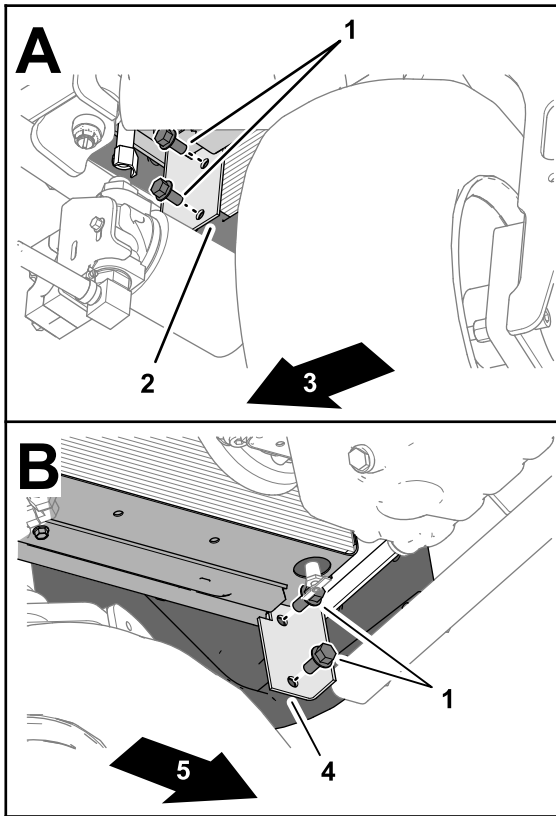

Figura 20
1. En la esquina inferior delantera del radiador, retire los 2 tornillos de caperuza con arandela prensada (3/8" x 3/4") que fijan el soporte del radiador a la pieza fundida trasera de la máquina (Figura 20).
2. Retire los 2 tornillos de caperuza con arandela prensada (3/8" x 3/4") que fijan el soporte del radiador a la pieza fundida trasera de la máquina al otro lado de la máquina (Figura 20).